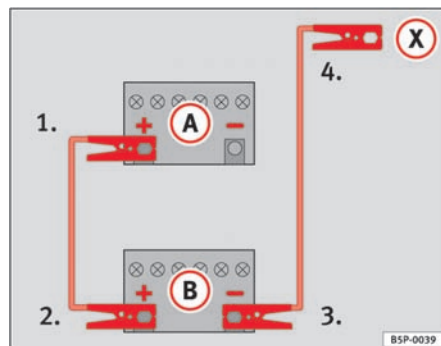

Fig. 206 Sådan skal startkablerne sættes på.
På ⇒ fig. 206 er **A** det afladede batteri, og **B** det strømgivende batteri.
1. Sæt den ene ende af det røde startkabel på pluspolen ⇒ fig. 206 **+** i bilen med det afladede batteri ⇒ ⚠.